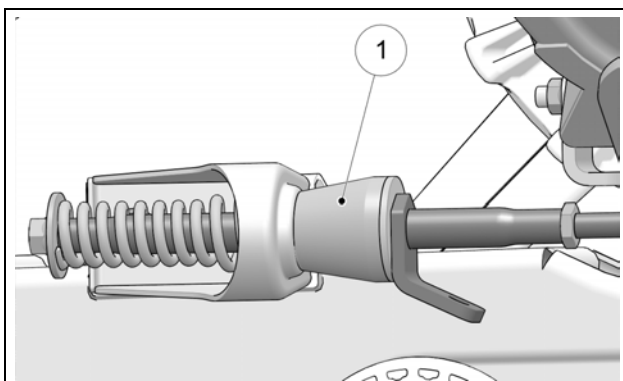

Figure 34
Vérifier les amortisseurs de caoutchouc (1) aux bras stabilisateurs. S'ils montrent des déformations, des fissures ou une usure importante, ils doivent être remplacés. Figure 34.